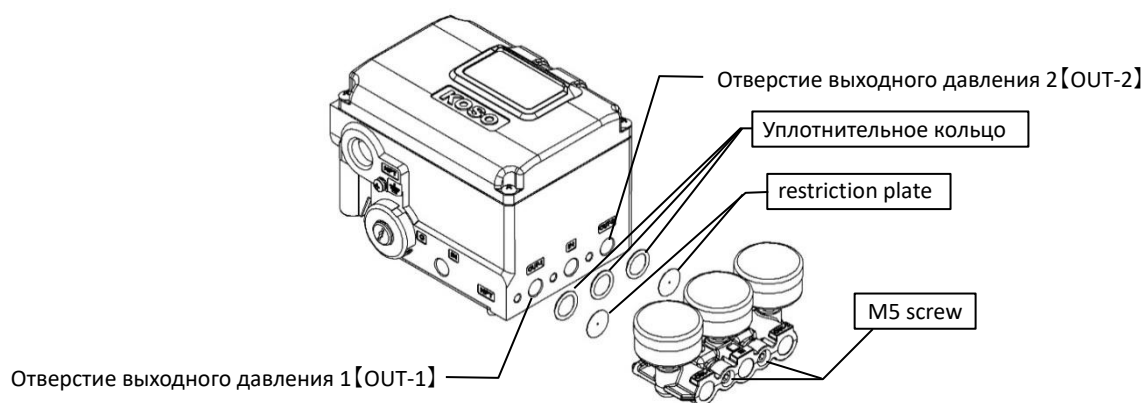

Рисунок 2.7.2 Отверстие выходного давленияport
3. Сначала вставьте ограничительную пластину в выходное отверстие давления воздуха (см. Рисунок 2.7.2), затем установите уплотнительное кольцо.